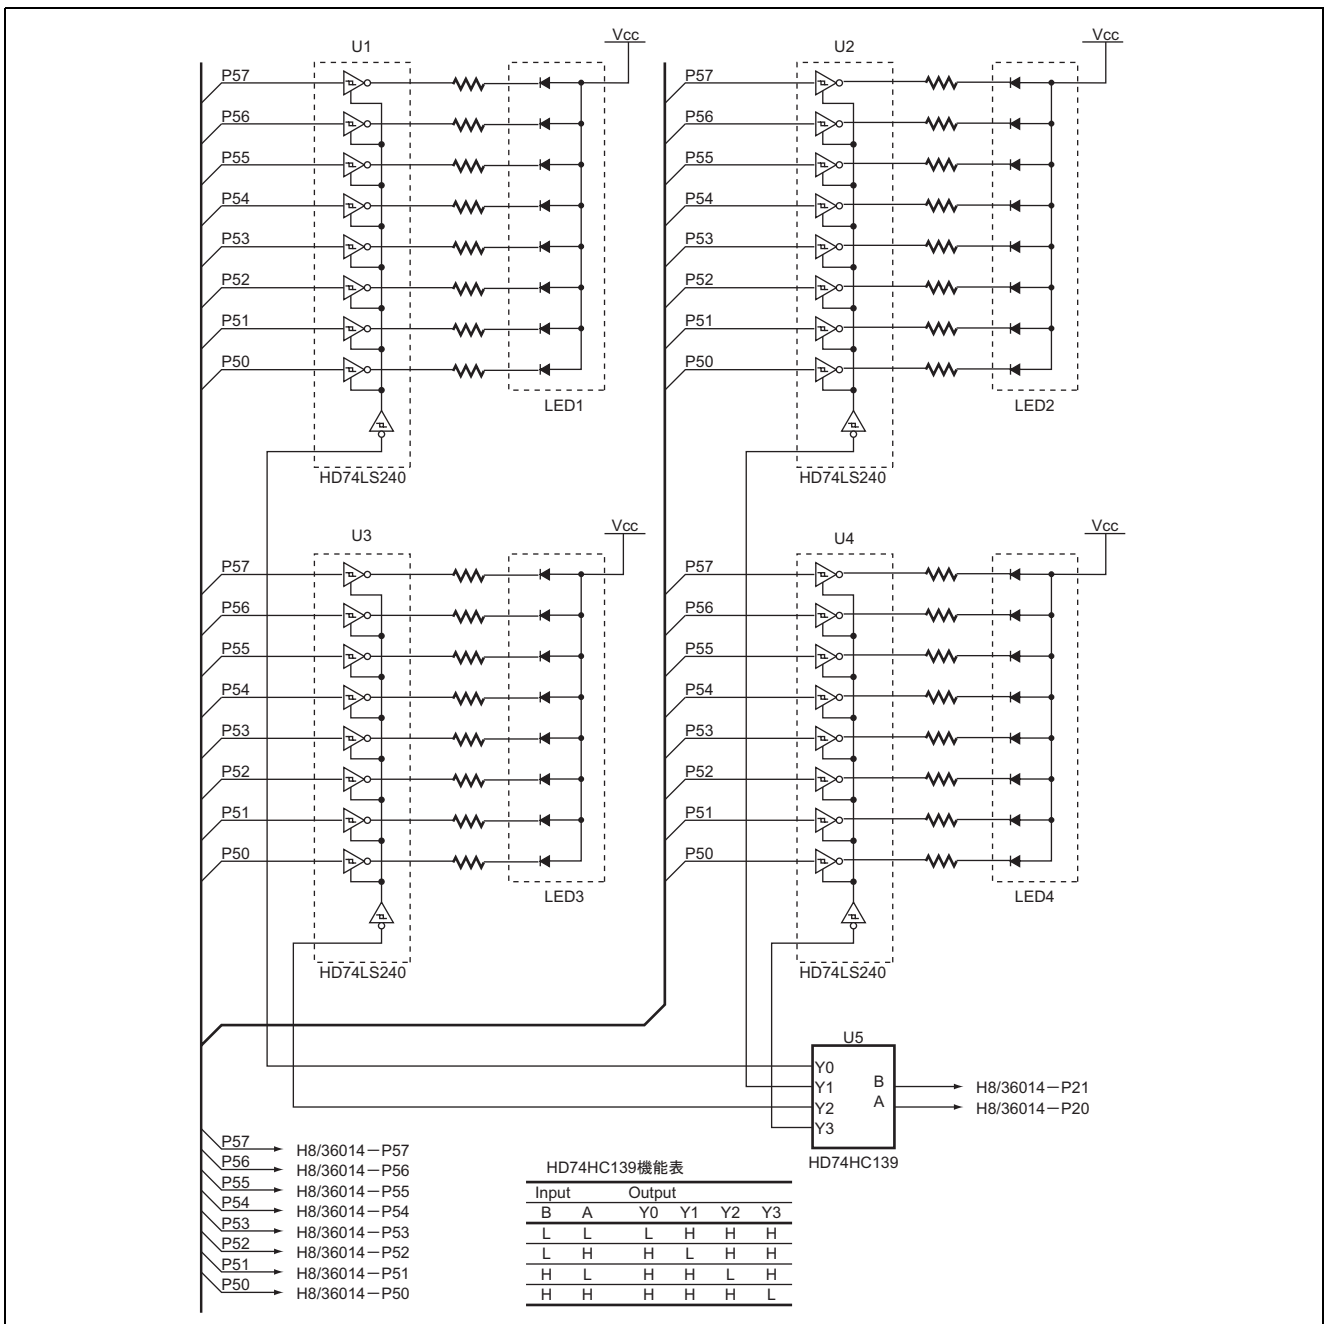

図 1.3 7セグメント LED 制御方法
8. 本タスク例では、7セグメント LED を表示させるためにポート出力を 3 ステート出力インバータドライバ (HD74LS240) に入力して、ドライバの出力を 7セグメント LED のカソードに接続しています。また 4 個の 7セグメント LED を表示させるためのポートはすべての 7セグメント LED に接続されており、7セグメント LED の表示切り替えは、3 ステートインバータドライバのイネーブル端子により制御しています。また、7セグメント LED の表示切り替えを行うための信号生成は、2-to-4-line デコーダ (HD74HC139) を使用して、2本のポート出力により制御します。図 1.3 に 7セグメント LED 制御方法について示します。